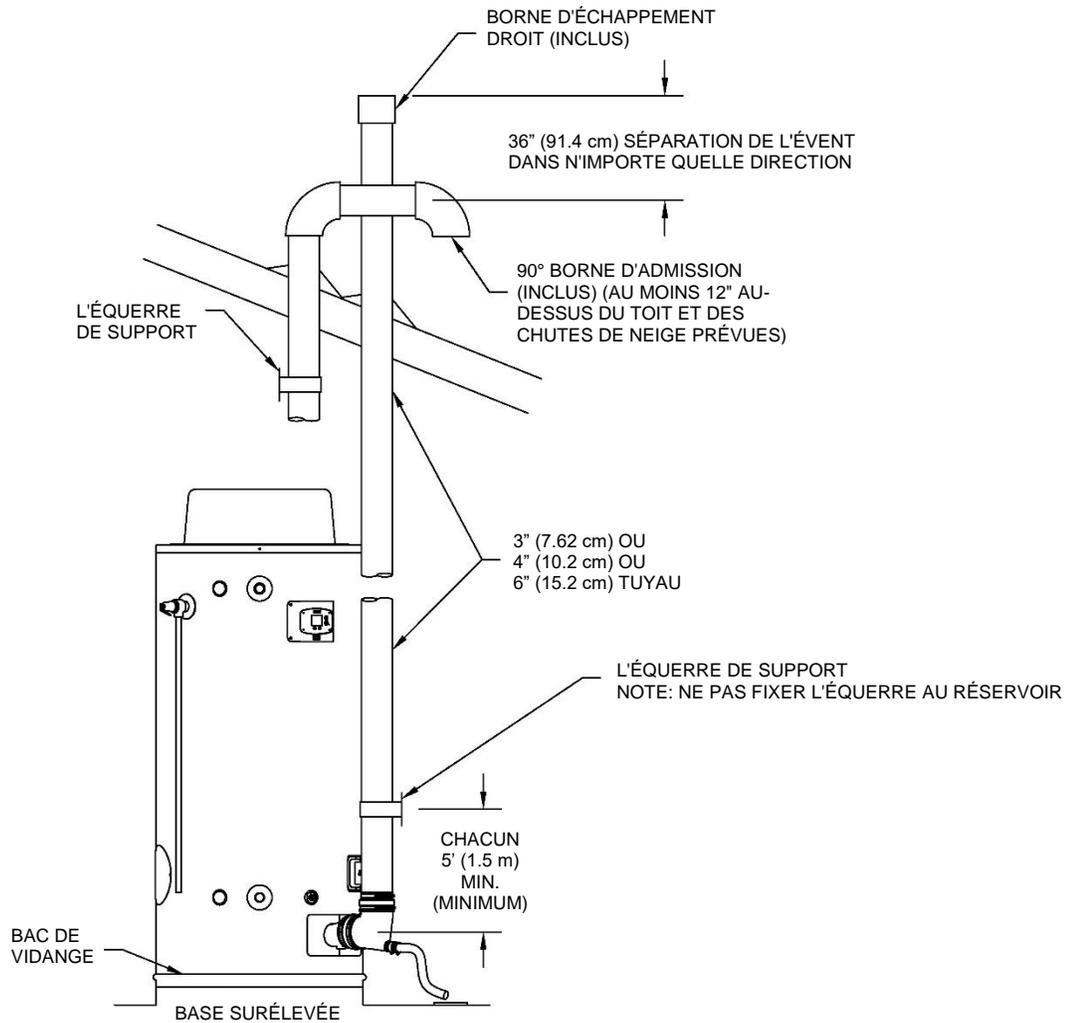

Figure 13 — Installation d'un système vertical typique de ventilation directe
2. Installez les tuyaux en plastique de l'évent d'évacuation et de la prise d'air comme indiqué à la Figure 13. Assurez-vous que l'installation respecte les codes locaux et/ou le National Fuel Gas Code ANSI Z223.1 (dernière édition) ou les codes d'installation CGA/CAN B149.